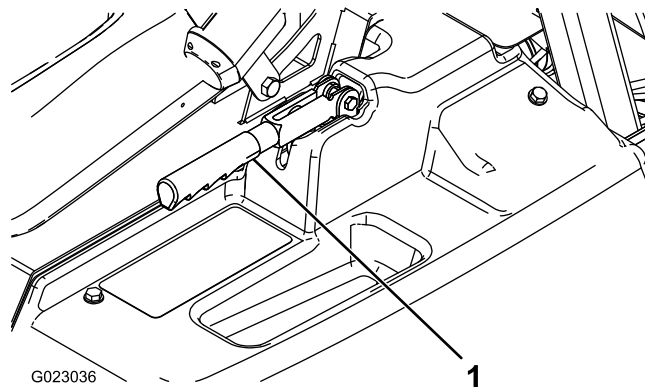

Figure 53
2. Desserrez la vis de fixation du pommeau sur le levier du frein de stationnement (Figure 53).